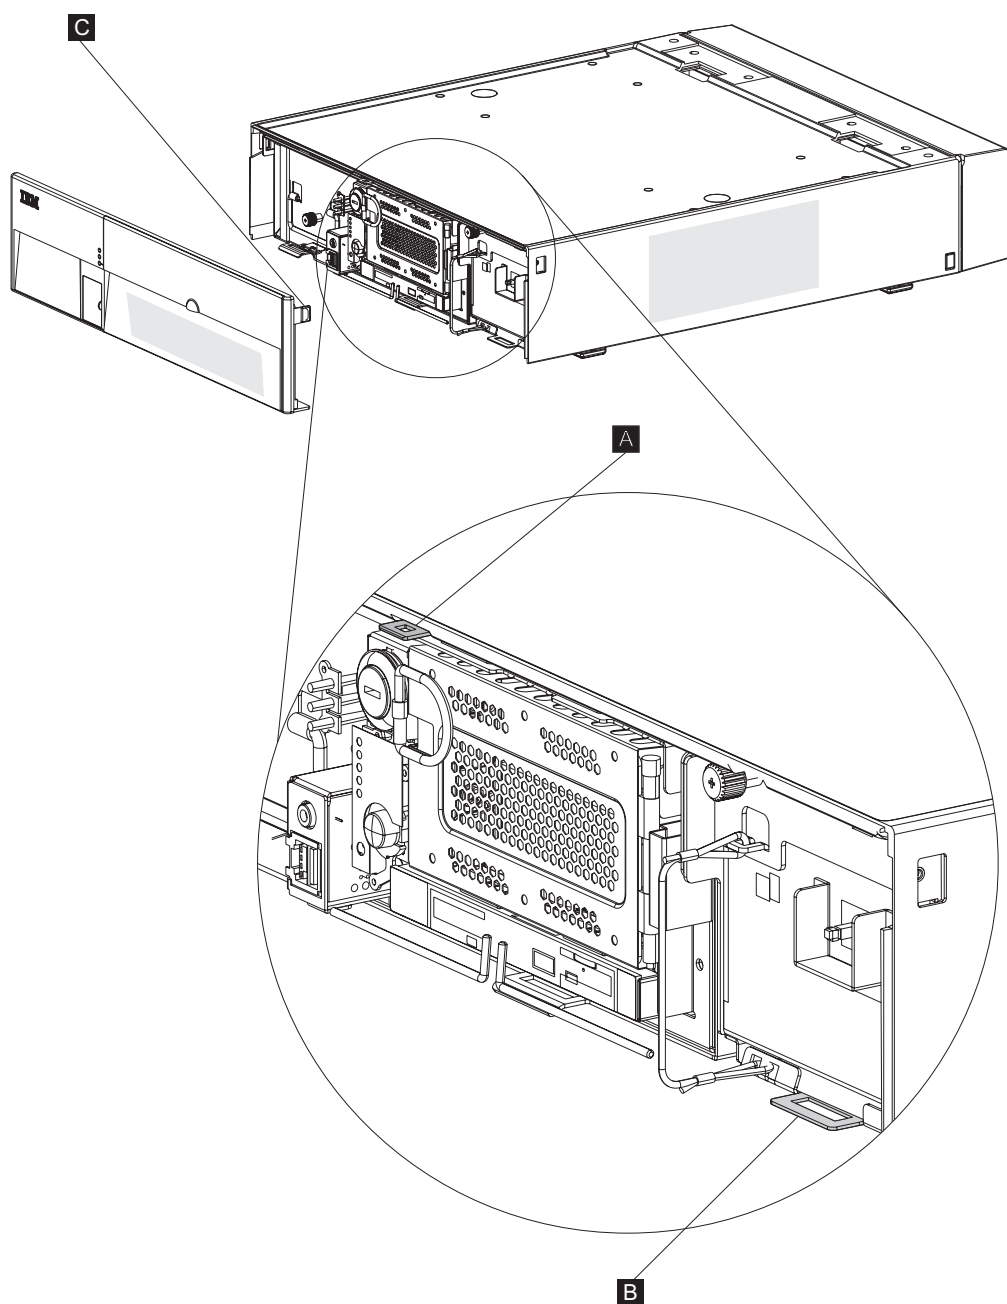

图 28. 放置挡板
5. 找到前挡板底部的搭钩，并将这些搭钩与部件机架上的槽（图 28 中的 **B**）对齐。
6. 推入侧面的卡口（图 28 的 **C**），插入一端，然后将另一端插入顶盖上的窗口。轻推挡板将其关闭，确保中心卡口锁定到位（**A**）。
2. 推入侧面的卡口（第 34 页的图 28 的 **C**），插入一端，然后将另一端插入部件机架上的窗口。轻推挡板将其关闭，确保中心卡口锁定到位（**A**）。